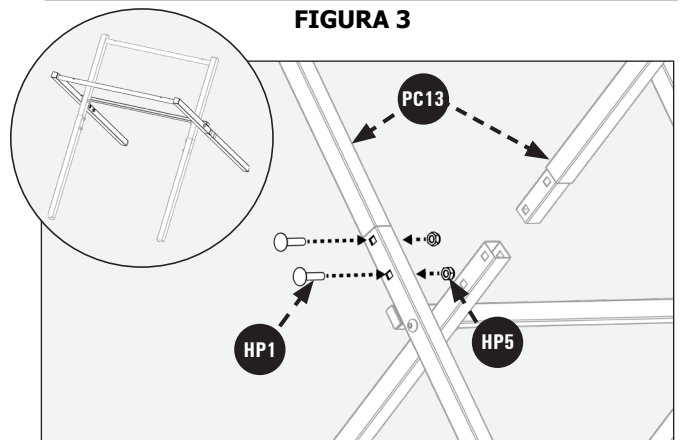

FIGURA 4
4. Gire el soporte boca abajo para sujetar las patas. Con la base ensamblada abierta, con la llave combinada de 13mm (no suministrada), fije las (4) patas del soporte **PC13** a la base con los (8) pernos de cabeza redonda M8 x 30mm (1 3/16 pulgadas) **HP1** y (8) tuercas autobloqueantes M8 **HP5**. Apriete las tuercas de seguridad para fijar las patas al soporte, como se ve en la Figura 4.
Vea el conjunto de soporte completo en la Figura 4.